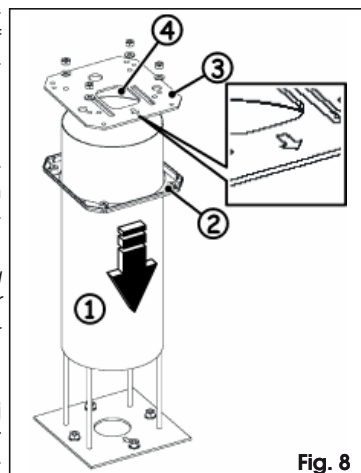

Fig. 8
2. Plaats de steunbuis, Fig. 8 ref. ①, op de funderingsplaat.
3. Plaats de kunststof behuizing erin, Fig. 8 ref. ②, en laat hem op de grond steunen.
4. Plaats de bovenste plaat, Fig. 8 ref. ③, en laat daarbij de verbindingkabels door de vierkante armbevestiging lopen, Fig. 8 ref. ④, en laat ze er minstens 600 mm uitsteken.